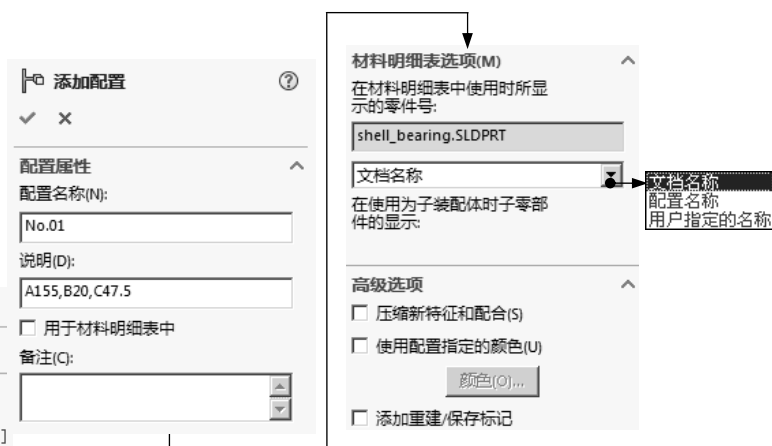

图 7.2.3 所示的“添加配置”对话框中各选项的功能说明如下。
(1) 单击设计树顶部的“配置”选项卡，系统显示图 7.2.2 所示的配置树；在配置树中右击 shell_bearing 配置，在弹出的快捷菜单中选择 添加配置... (K) 命令，系统弹出图 7.2.3 所示的“添加配置”对话框。